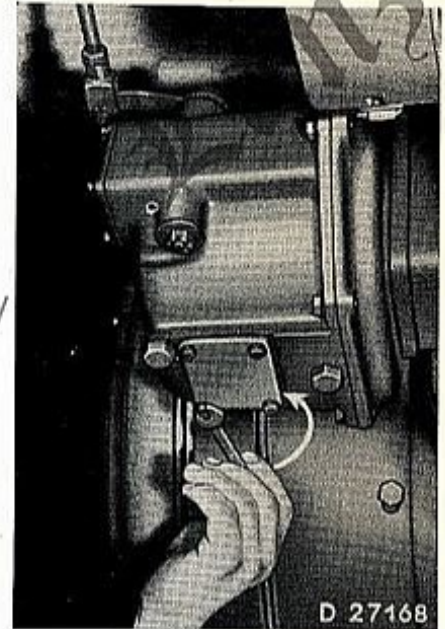

Bild 138
2. Vier Sechskantschrauben lösen und Deckel unten abnehmen (s. Bild 138).